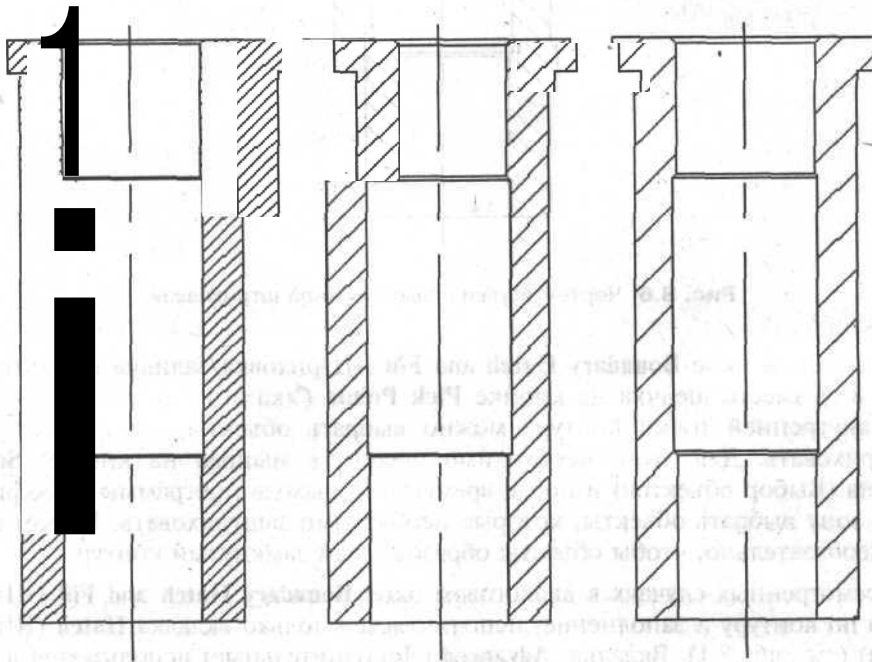

Рис. 8.5. Результат штриховки контура в масштабе 0.5, 1 и 2
11. Щелкните мышью на кнопке **Preview** (Просмотр) для предварительного просмотра результатов штрихования области. После просмотра штриховки нажмите клавишу <Enter> и вернитесь в диалоговое окно. В зависимости от установленного значения масштаба в поле **Scale** (Масштаб), штриховка может оказаться плотной, нормальной или редкой (рис. 8.5).